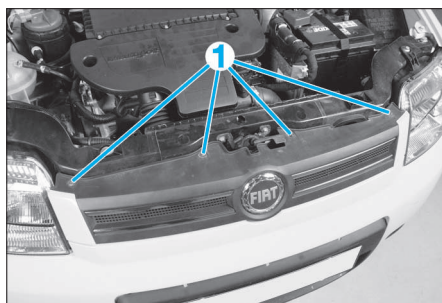

FIG. 1
- Déposer les vis de fixation (1) (Fig.1).